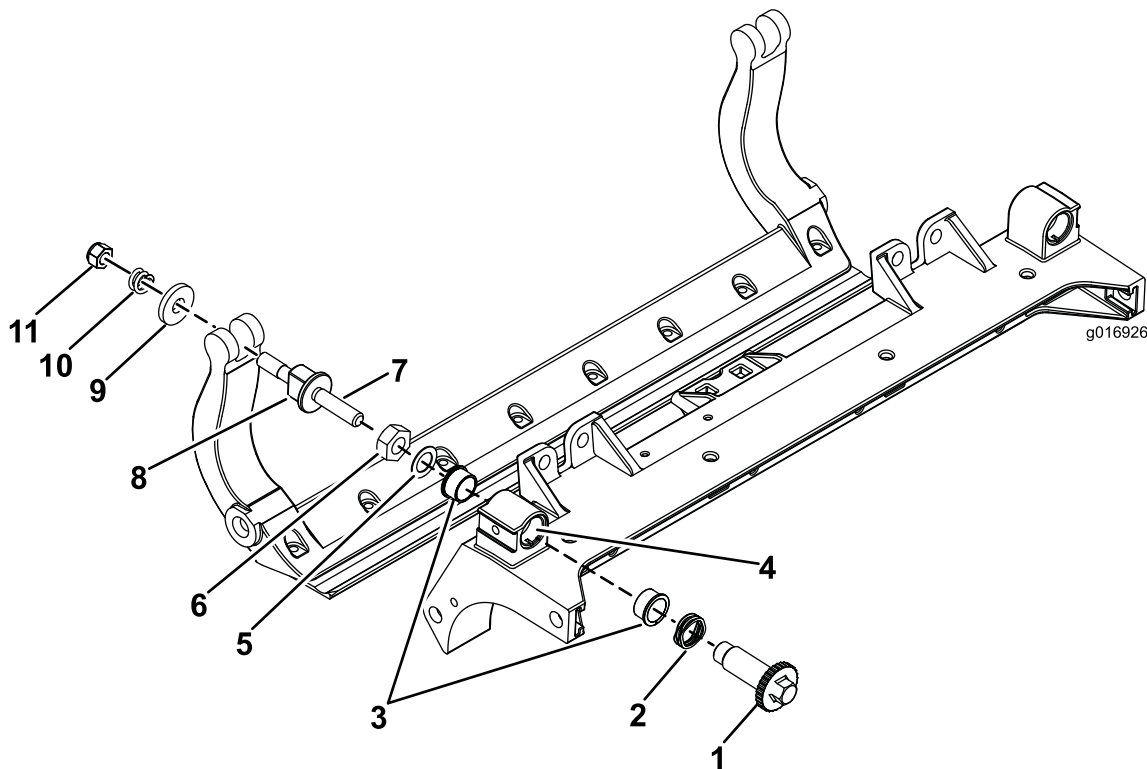

图 36
1. 拆除所有零件请参阅 HD DPA 套件 安装说明和 图 36。
2. 将防粘剂涂抹到滚刀组中心机架图 36的轴套区内侧。
3. 将凸缘轴套上的键与机架的槽对准然后安装轴套图 36。
4. 将一个波形垫圈安装到调节器轴上然后将调节器轴滑入滚刀组机架中的凸缘轴套内图 36。
5. 使用扁平垫圈和锁紧螺母固定调节器轴图 36。
12. 在两个尼龙垫圈的外侧各放一个钢垫圈图 36。
注意 内侧的垫圈可能有空隙图 36。
15. 旋紧每个底刀架调节器总成上的螺母直到加压弹簧完全压缩然后往回松开 ½ 圈图 36。